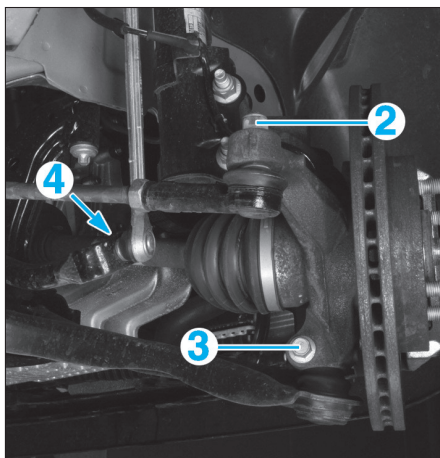

Fig. 10
- De chaque côté, déposer (Fig.10) :
- l'écrou (2) de la rotule de direction et l'extraire du pivot à l'aide d'un extracteur approprié,
- la fixation (3) de la rotule de bras inférieur et l'extraire du pivot à l'aide d'un extracteur approprié,